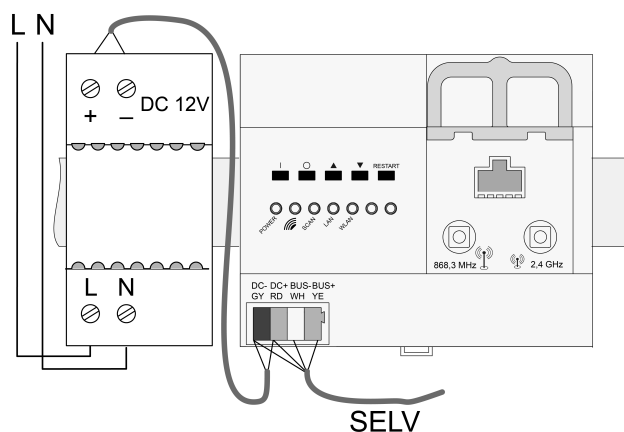

Imagen 3: Plano de conexión
- Conectar el aparato según plano de conexiones (Imagen 3).